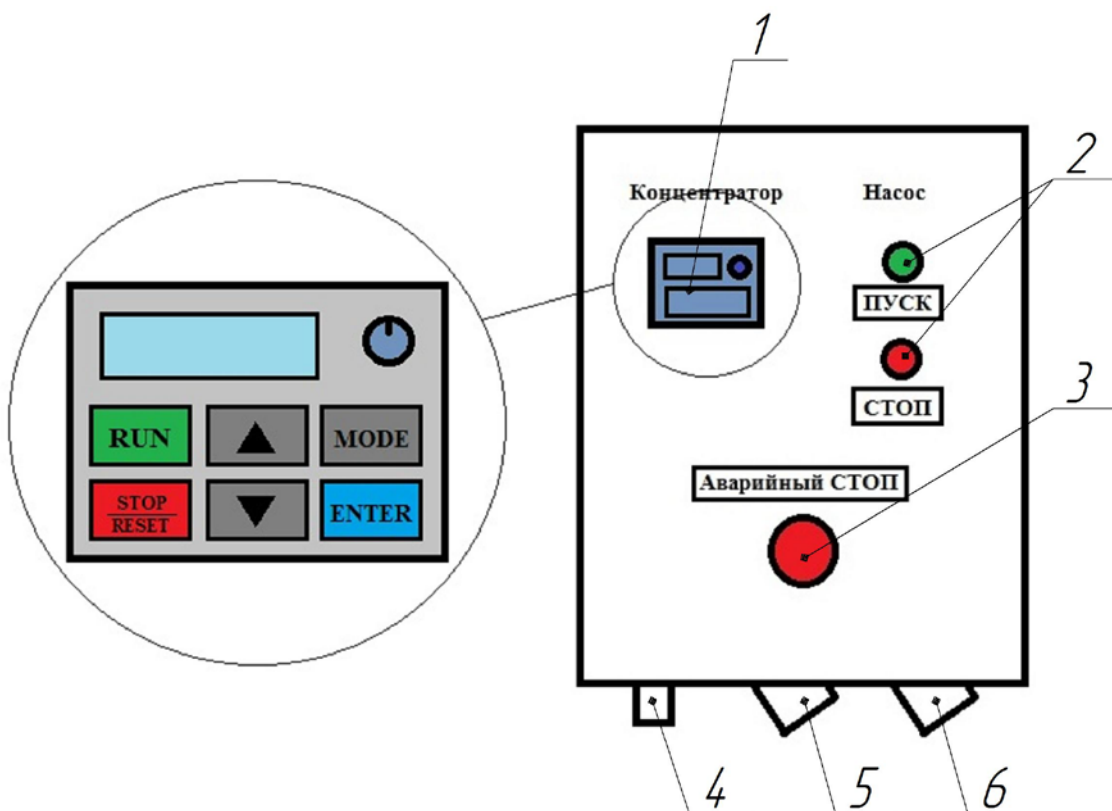

Рисунок 6. Шкаф управления
1.1.4.11 Шкаф управления (рис. 6) содержит в своем составе частотный преобразователь, элементы защиты, управления и коммутации. Электрические соединения шкафа управления с концентратором и насосом производить в соответствии со схемами.